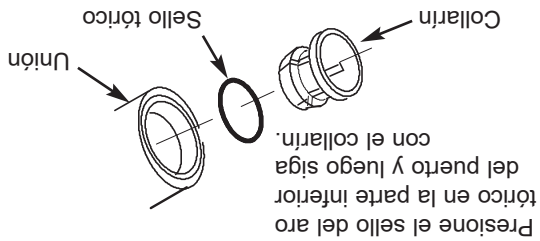

FIG. 30 Cambie el collarín y el aro tórico
1. Retire el collarín y el aro tórico de la unión con un destornillador pequeño. No raspe las paredes internas del puerto del collarín. Vea las Figs. 30 y 31.
2. Limpie el puerto del collarín, lubríquelo con un producto a base de silicona e inserte el sello del aro tórico en la base del puerto. Vea las Figs. 30 y 31.
3. Empuje el collarín hacia adentro hasta que quede fijo en su lugar. Vea las Figs. 30 y 31.